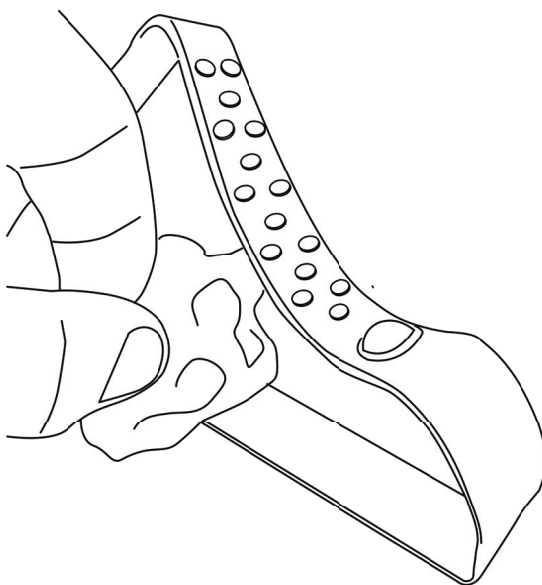

рис. 14
5.4. Убедитесь, что скотч плотно прилегает к корпусу. Удалите возможные пузырьки воздуха из-под скотча (см. рис. 14).